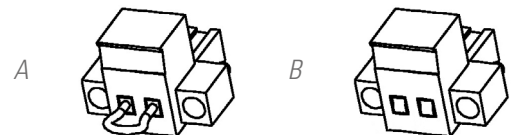

Fig. 10. Connector for external EPO.
- Au retrait du connecteur femelle de la prise où il est inséré. Ce connecteur a un câble connecté en mode pont qui ferme le circuit (voir Fig. 10 A).
- Ou en appuyant sur le bouton externe à l'équipement et appartenant à l'utilisateur et installé entre les bornes du connecteur (voir Fig. 10 B). La connexion dans le bouton poussoir doit être dans le contact normalement fermé -NC-, de sorte qu'il ouvrira le circuit lorsqu'il est actionné.